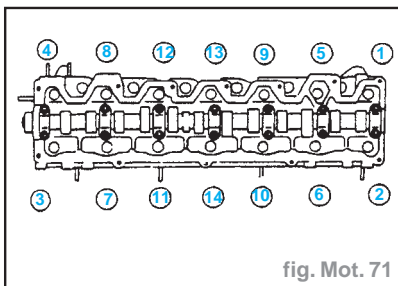

fig. Mot. 71
- Oter les boulons de culasse dans l'ordre numérique et déposer la culasse (fig. Mot. 71).